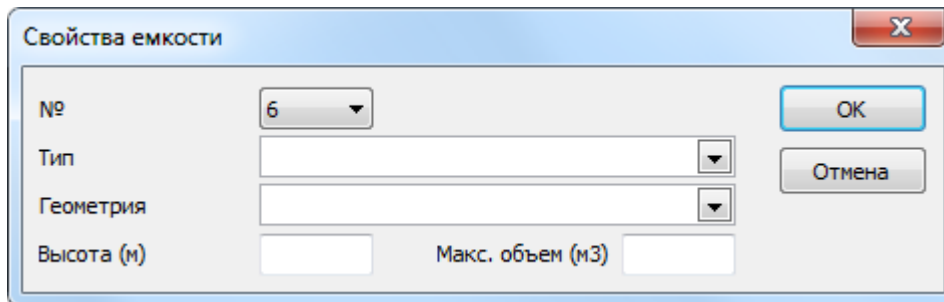

Рисунок 62. Диалог "Свойства ёмкости"
1. Нажмите на кнопку  для открытия диалога добавления емкости (рис. 62). Если в таблице нет ни одной ёмкости, можно воспользоваться кнопкой .
При редактировании информации о ёмкости работа происходит в диалоге "**Свойства ёмкости**" (рис. 62, подробнее см. Расчёт объёмов ёмкости).
3. В появившемся диалоге, аналогичном диалогу при добавлении новой ёмкости (рис. 62), отредактируйте необходимую информацию.